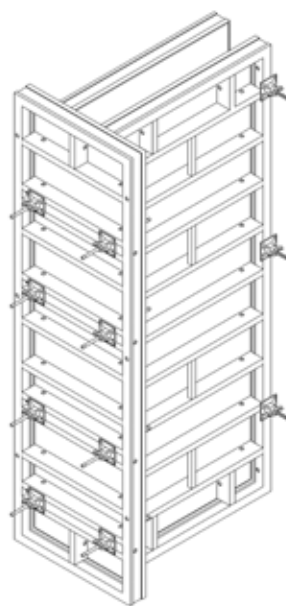

Рис. 46
- Колонный элемент TRIO TRS ST 90 может быть использован для отторцовки стены от 15 см до 60 см кратной 5 см как с колонным болтом (Рис. 46) так и с угловым соединителем (Рис. 46а)
Рис. 46а